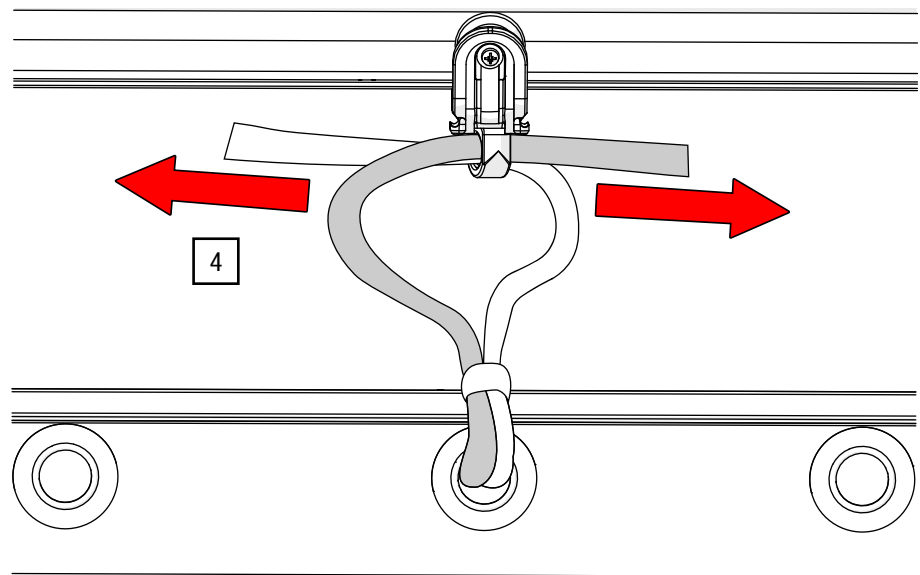

Abb. 59: Bindeband – entgegengesetzt durch Laufwagen ziehen
4. Ziehen Sie die zwei losen Enden des Bindebands entgegengesetzt durch die Öse des G-TRACK-Laufwagens und stellen Sie die gewünschte Vorhanghöhe ein (siehe Abb. 59).